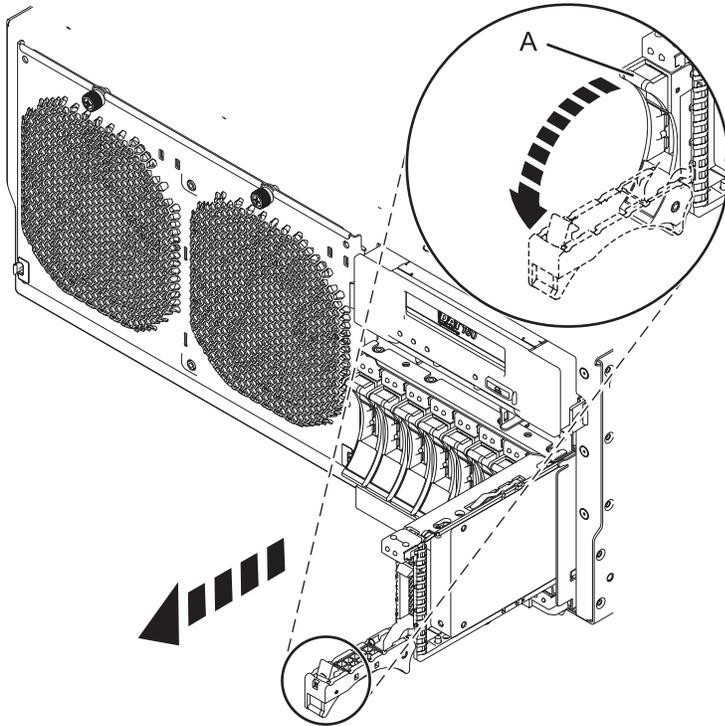

Figure 22. Retrait de l'unité de disque du fond de panier
- 1) Déverrouillez la poignée de l'unité de disques (A) et tirez-la vers vous pour la dégager.
- 2) Placez une main sous l'unité de disques et tirez avec précaution l'unité de disques du système, comme indiqué dans la figure 22, à la page 45.